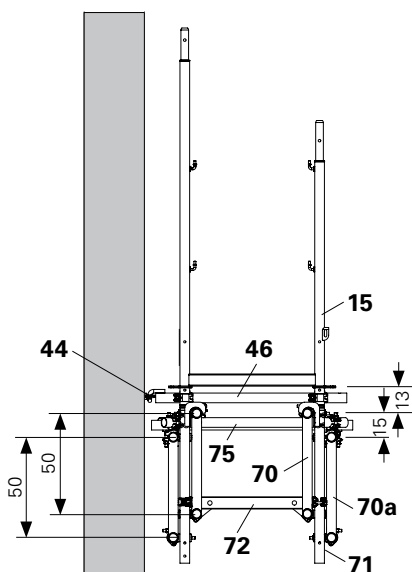

Abb. D4.14
1. Quer zwischen die Obergurte der Gitterträger Gerüstrohre (75) auflegen. Gerüstrohre an allen 4 Obergurten der Gitterträger mit Normkupplungen aussteifen.
3. Gerüsthalter UWT (46) an Ringschraube UFE einhängen.
4. Gerüsthalter UWT (46) auf die Obergurte des oberen Gitterträgers (70) auflegen. Gerüsthalter mit Normkupplungen an beiden Vertikalstielen des Basisrahmens (15) montieren.
5. Gerüsthalter UWT (46a) an beiden Vertikalstielen der Easyrahmen EVF (16) montieren. (Abb. D4.14 – D4.16)